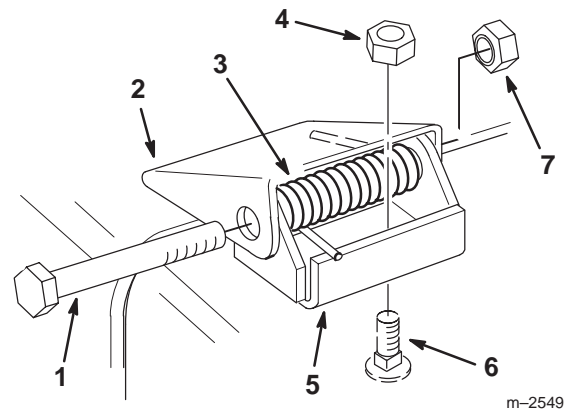

Bild 34
1. Entfernen Sie die Sicherungsmuttern, Schrauben und Federn, mit denen die Ablenkblechhalterung an den Schwenkbügeln abgesichert wird (Bild 34).
2. Entfernen Sie, wenn die Schwenkbügel ausgetauscht werden müssen, die Schlossschrauben und Hutmuttern, mit denen die Bügel an der Oberseite der Auswurföffnung abgesichert sind. Montieren Sie dann die Ersatzschwenkbügel. Stellen Sie sicher, dass sich die Köpfe der Schlossschrauben an der Innenseite des Schneidwerks befinden (Bild 34).
3. Montieren Sie die Ablenkblechbügel zwischen den Schwenkbügeln mit Schrauben, Federn und Sicherungsmuttern. Stellen Sie sicher, dass die geraden Enden der Federn zwischen den Ablenkblechhalterungen und dem Ablenkblech positioniert sind (Bild 34).
4. Ziehen Sie die Sicherungsmuttern so weit fest, dass sie die Schwenkbügel berühren (Bild 34).